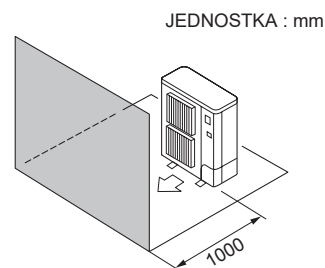

Fig. 2-9
- ④ Miejsce ograniczone tylko z przodu (Fig. 2-9)